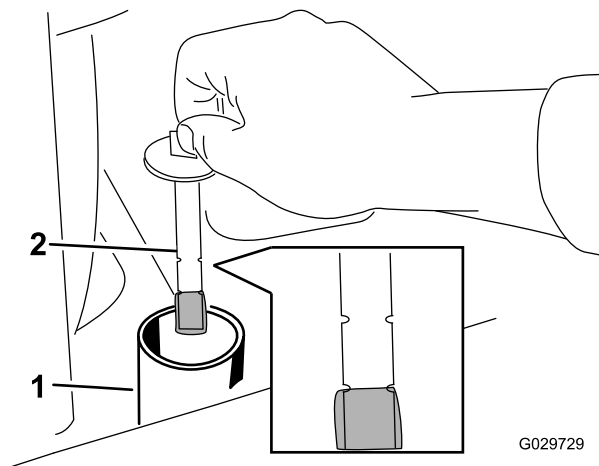

**Figura 69**
7. Limpie la zona alrededor del cuello de llenado del depósito de aceite hidráulico (Figura 69).